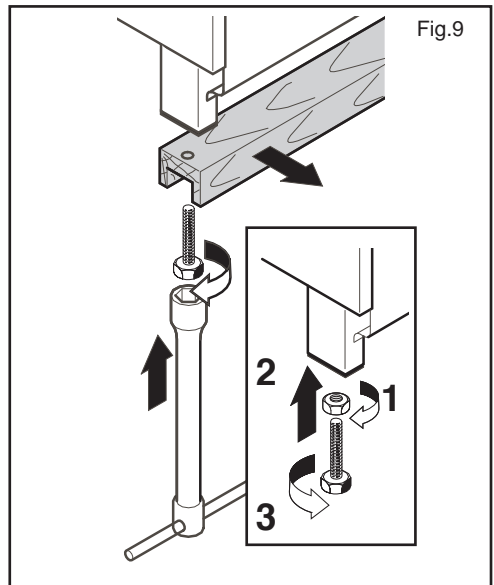

Fig.9
Pendant que l'élément (B) est soulevé, dévisser les pieds à l'aide d'une clé à tube (fig. 9) et retirer les traverses en bois.